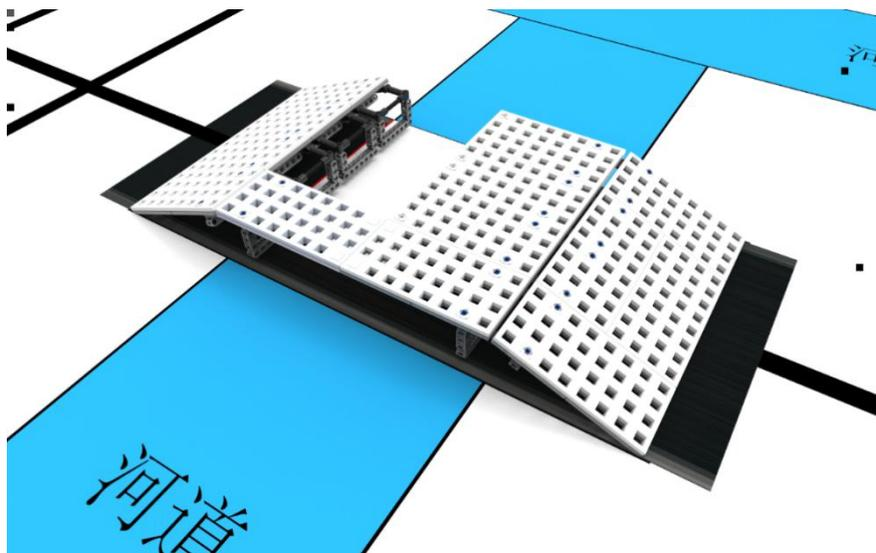

图 6 报废桥梁
**E. 报废桥梁：**73.5cm×32cm 的长方形区域，区域内放置由平板搭建的桥，桥是破损的，机器人可将桥修补，如图 6 所示。